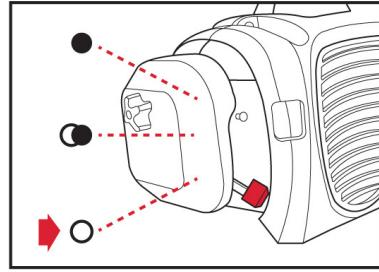

Fig. 4H
7. Ya puede poner la palanca del carburador en la posición de ABIERTO ○ (Fig. 4H). y operar con su máquina.